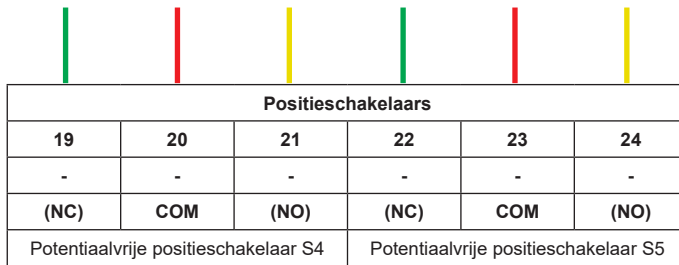

Fig. 11 Aansluitschema van de supplementaire eindeloopschakelaar
- Configureer en sluit de schakelaars aan op het regelsysteem zoals getoond in Fig. 11 Aansluitschema van de hulpslagschakelaar
- Sluit de kabelboom van schakelaar S4 aan op klemmen 19-21, en schakelaar S5 op klemmen 22-24, zoals getoond in Fig. 11 Aansluitschema van de supplementaire eindeloopschakelaar
- Het configureren van de schakelaars op het regelsysteem wordt ook getoond in Fig. 11 Aansluitschema van de hulpschakelaar